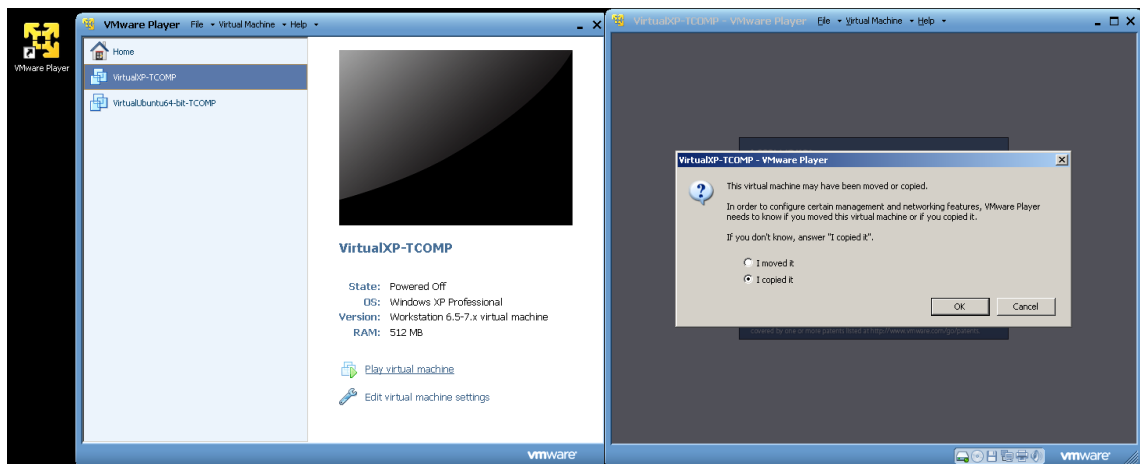

Figura 2: Arranque de la máquina virtual donde se ejecuta el PSpice.
- b) Ejecute el programa **VMware Player** y seleccione la máquina virtual *Virtual XP-TCOMP*. Entonces, pulse la opción "*Play Virtual Machine*" para que nos abra una ventana con la máquina virtual en Windows (véase la Figura 2). En este entorno, ejecute el simulador en *Inicio/Todos los Programas/Spice Student/Schematics*.